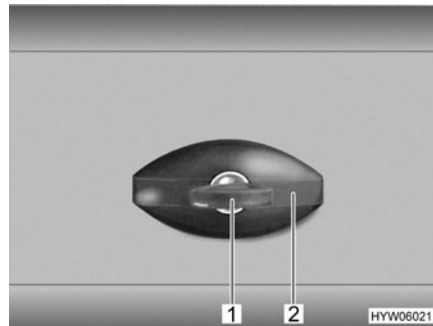

Fig. 40 Cerradura de la trampa, de forma elíptica, cerrada
- Introducir la llave en el cilindro de cierre (Fig. 40,1) y girarla un cuarto de vuelta en sentido contrario a las agujas del reloj. El asidero de la cerradura (Fig. 40,2) se abre de golpe.